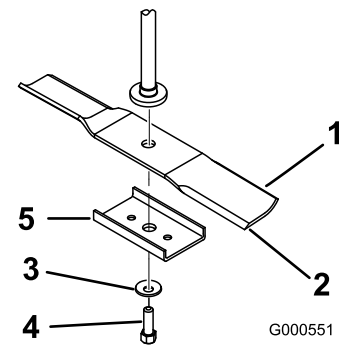

Figura 47
2. Retire el perno de la cuchilla, la arandela curva, el refuerzo y la cuchilla del eje (Figura 47).
1. Instale la cuchilla en el eje (Figura 47).
2. Instale el refuerzo de la cuchilla, la arandela curva (con la copa hacia la cuchilla) y el perno de la cuchilla (Figura 47).